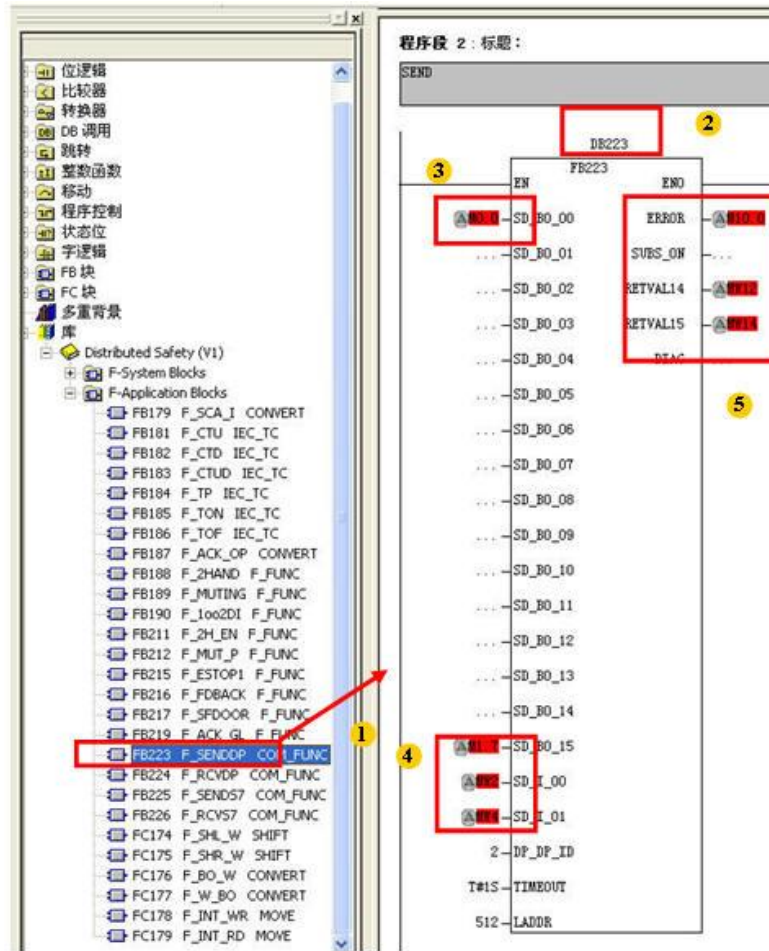

图 2-18 发送块程序
- 4) 调用 FB223 数据发送功能块。照图填写。注意：F 程序，必须先接收，再发送，即网络 1 为接收功能块，如图 2-18